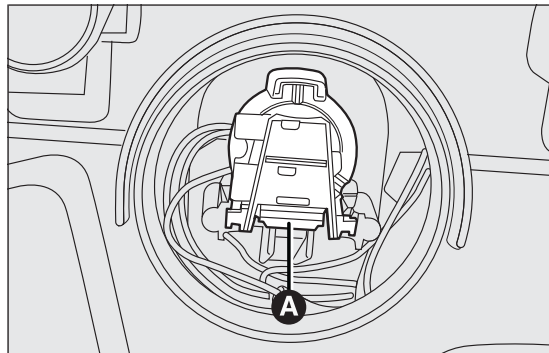

РИС. 129
- нажать на блокировочное устройство А РИС. 129 и извлечь патрон лампы;